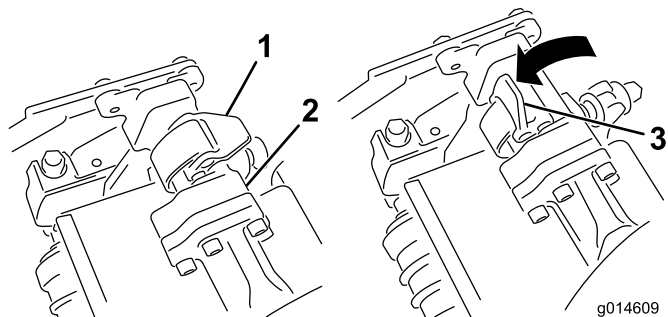

Figure 11
5. Les verrous de la barre de bras de suspension étant orientés en haut (c.-à-d. ouverts) (Figure 11), poussez
6. Fermez les verrous autour de la barre du plateau de coupe et bloquez-les en place (Figure 11).